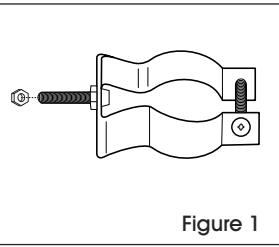

Figure 1
- Fixez un boulon et un écrou à chaque support. Serrez complètement. (Voir Figure 1)